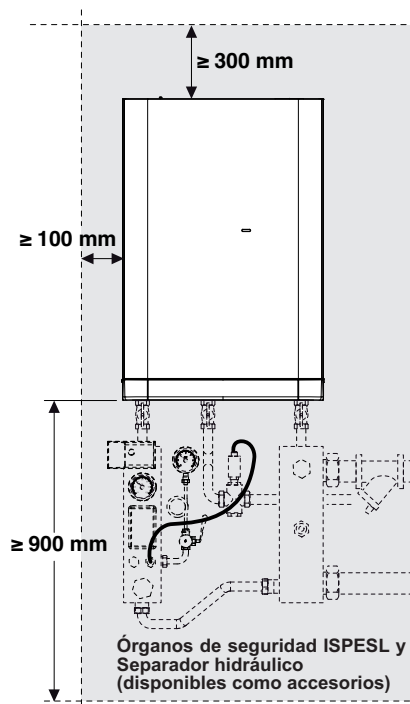

Fig. 5.1
- Deje alrededor del aparato las distancias mínimas que permitan instalar y acceder libremente a todos los órganos de seguridad previstos para la instalación (Fig. 5.1) y en cualquier caso, conforme al D.M. del 12/04/76, en las centrales térmicas de gas que emplean aparatos de potencia mayor o igual a los 35 kW, se deben dejar los espacios mínimos para su correcto mantenimiento.